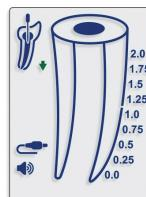
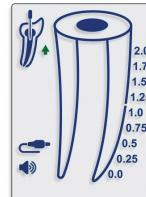

Fig. 5
Fig. 6
- 5.4.11. Le mouvement de la lime à l'intérieur du canal est exprimé par les flèches VERS LE BAS (Fig. 5) et VERS LE HAUT (Fig. 6) présentes à l'écran.